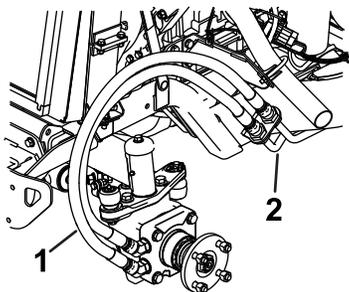

Рисунок 2
1. Отсоедините имеющиеся гидравлические шланги от гидравлических трубок напротив колеса и сразу установите колпачки на гидравлические трубки (Рисунок 2 и Рисунок 3).